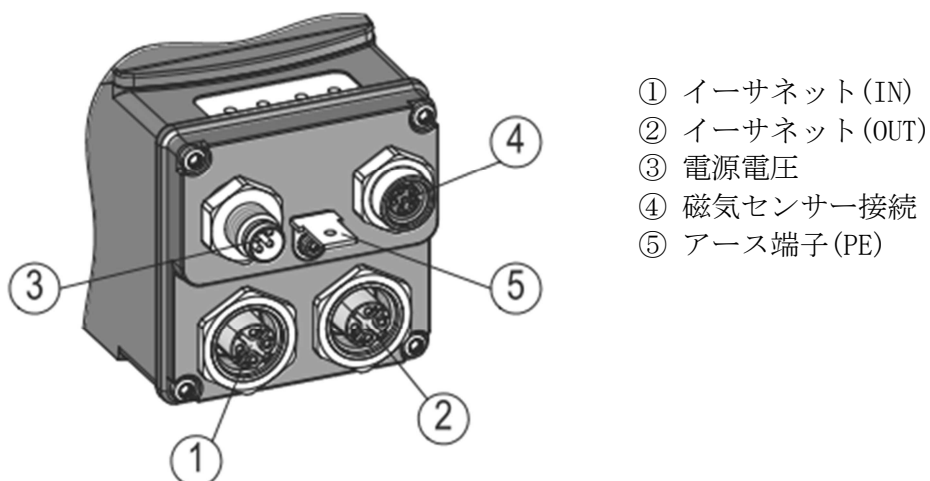

図 2 : コネクタ配置
イーサネットのピン配置（図 2 参照）
電源電圧のピン配置（図 2 参照）
またアース端子⑤をアース接続してください。(図 2 参照)